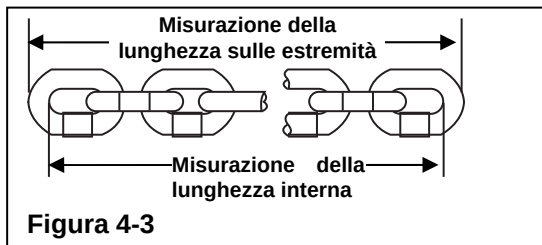

Figura 4-3
- Fase 1. Selezionare una lunghezza della catena non usurata e non allungata (ad esempio: sull'estremità lasca della catena). Il numero di collegamenti selezionati deve essere un numero dispari e deve avere una lunghezza di circa 12 in.[30,5 cm] - 24 in.[61 cm]. (cfr. Figura 4-3)